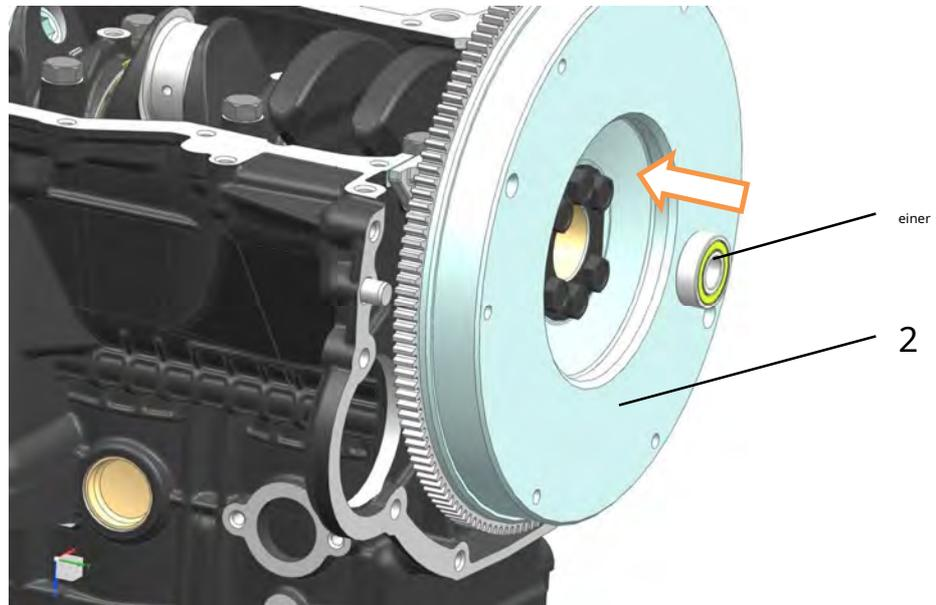

Abb. 113. Lagermontage:
**acht.** Lager 1 (Abb. 113) in den Schwungradsitz 2 einpressen. Das Lager ist extrudieren, indem man Kraft auf den Außenring ausübt. Durch Drücken auf den Innenring wird das Lager beschädigt.